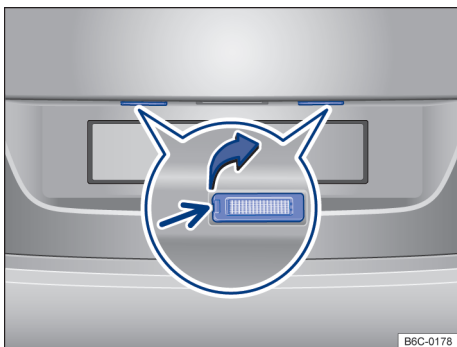

Fig. 135 No para-choque traseiro: lanterna da placa de licença.
- ① Observar a lista de controle e executar as ações → Página 164.
- ② Com o auxílio de uma chave de fenda, pressionar a trava → Fig. 135 (seta) para remover o conjunto.